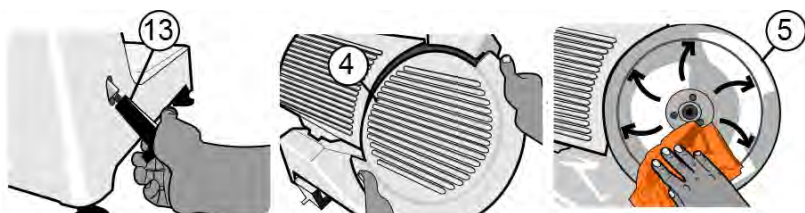

FIG 9. PASOS PARA LIMPIAR EL DISCO-CUCHILLA
C. DISCO-CUCHILLA (Ver Fig. 9).
- 1.- Afloje la perilla para el disco-cuchilla (13) que se encuentra en la parte posterior del equipo.
- 2.- Usando ambas manos, retire el plato protector de cuchilla (4) levantándolo de su posición.
- 3.- Con mucho cuidado, limpie el disco-cuchilla (5) de adentro hacia afuera. Humedezca, limpie y seque las veces que sea necesario.